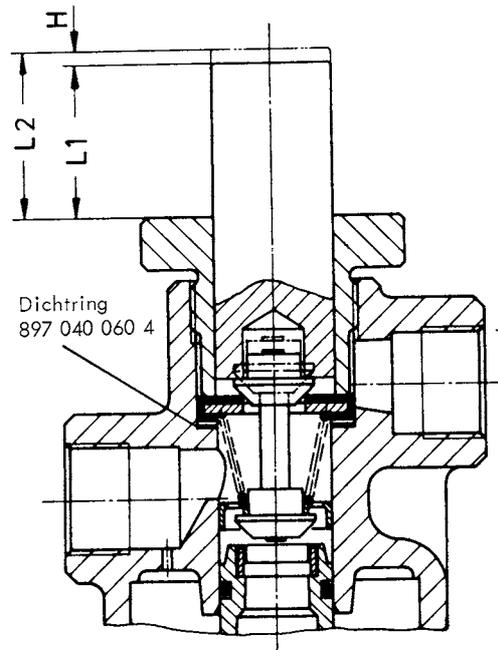

Abb. 3
eindreihen. (siehe Abb. 3)
und Kolben (5) messen. (Abb.3)
f) Stellschraube (16) bis zum An-
(Abb. 3)